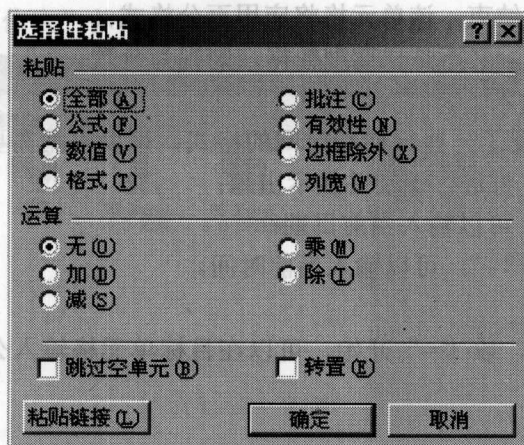

图 1-5 选择性粘贴对话框
- (1) 全部复制和移动单元格内容。
- ① 选定被复制和移动单元格内容;
- ② 点击“编辑|复制(剪切)”, 或右键单击被复制或移动单元格内容, 选择“复制(剪切)”;
- ③ 选定目标单元格, 回车确认, 或右键单击目标单元格, 选择“粘贴”。
(2) 选择性粘贴。如果剪贴板上有数值、公式、批注等,可打开“选择性粘贴”对话框,进行选择性粘贴,如图 1-5 所示。